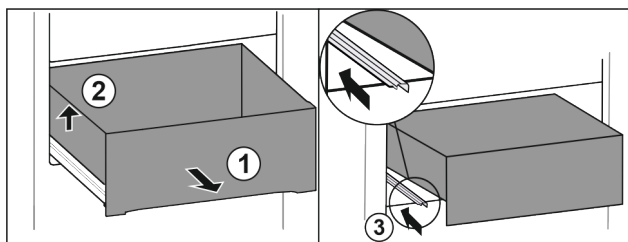

Fig. 14
- ▶ Vytiahnite zásuvku úplne Fig. 14 (1).
- ▶ Nadvihnite zásuvku doľava Fig. 14 (2).
- ▶ Zasuňte ľavú koľajničku Fig. 14 (3).